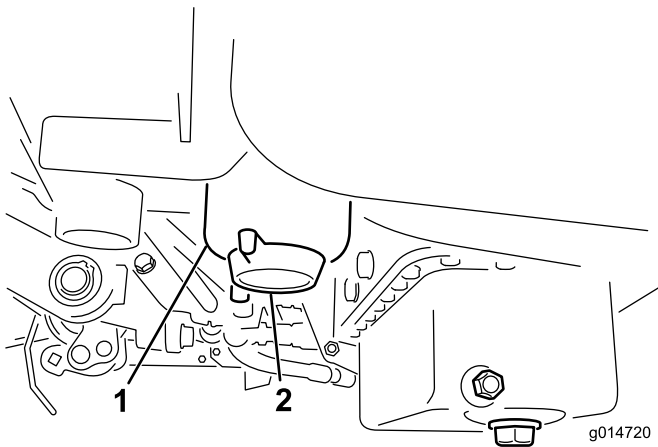

Figura 46
2. Limpe a zona de montagem do recipiente do filtro (Figura 46).
4. Abra o bujão de drenagem do filtro (Figura 46).